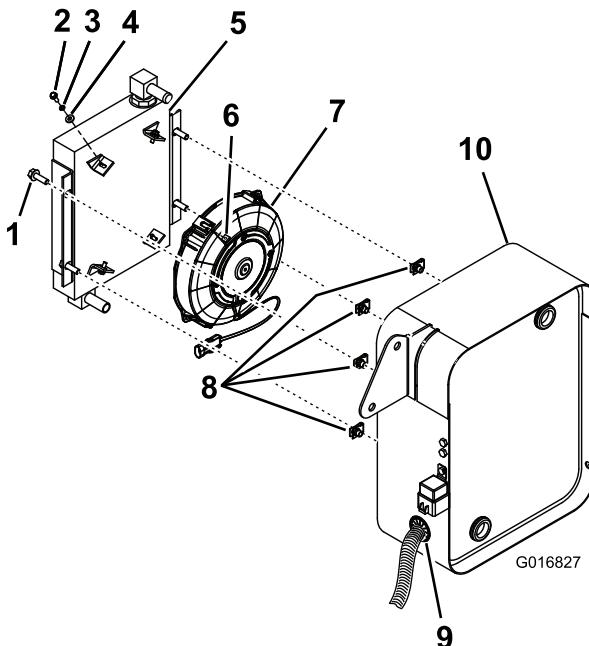

Figura 5
1. Se la ventola e il refrigeratore dell'olio non sono montati, installate la ventola sul refrigeratore dell'olio con 4 viti, 4 rondelle di bloccaggio, 4 rondelle piane e 4 dadi quadrati come illustrato in Figura 5.
2. Fate scorrere 4 dadi Tinnerman sul supporto del refrigeratore dell'olio come illustrato in Figura 5.
4. Fate scorrere una fascetta stringitubo sull'estremità di ciascuno dei 2 flessibili che sporgono attraverso la parte posteriore del supporto del refrigeratore dell'olio e inserite i 2 raccordi dentellati (90 gradi) nei 2 flessibili (Figura 5).
6. Fissate il gruppo refrigeratore dell'olio e ventola al supporto del refrigeratore dell'olio con 4 bulloni (5/16 x 1 poll.) attraverso le flange laterali del refrigeratore dell'olio e 4 dadi Tinnerman sul supporto del refrigeratore dell'olio (Figura 5).